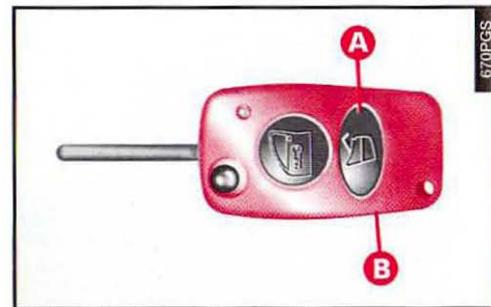

fig. 137
OUVERTURE A DISTANCE PAR TELECOMMANDE (fig. 137)
Le coffre à bagages peut être ouvert à distance de l'extérieur en appuyant sur le poussoir (A-fig. 137) sur la clé à âme métallique (B), même lorsque l'alarme électronique (où il est prévu) est enclenchée.